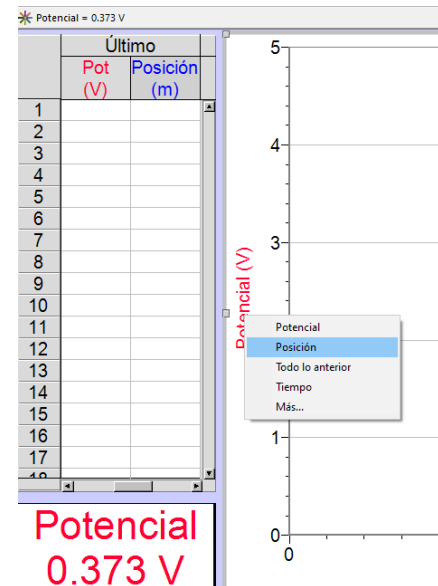

Figura 6. Selección de la variable a ser mostrada en la gráfica.
- d) Hacer click en la leyenda “Potencial (V)” en el eje vertical de la gráfica y seleccionar “Posición” del menú desplegable para cambiar la variable que se graficará (Figura 6).